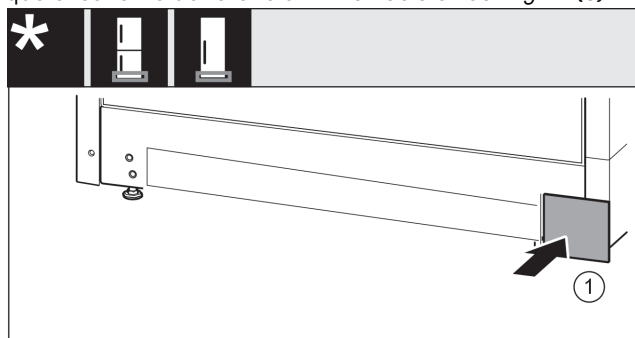

Fig. 18
- ▶ Volver a colocar la cubierta en el otro lado. Fig. 18 (1)